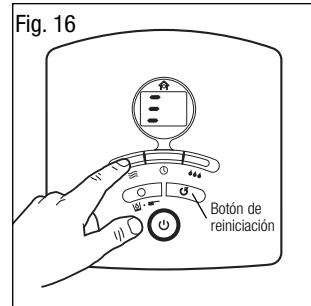

Fig. 16
- Para cambiar el nivel de intensidad de la humedad, pulse el selector correspondiente (\approx) hacia arriba o hacia abajo (Fig. 16).